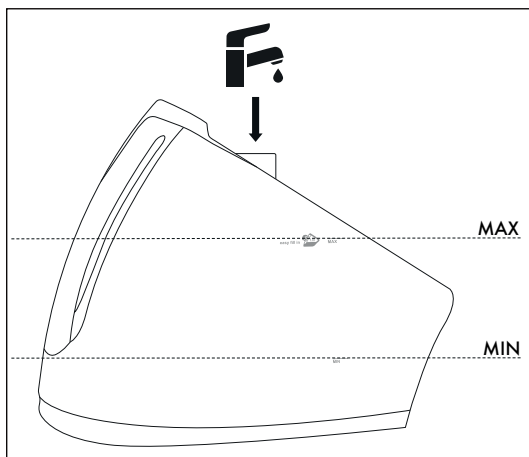

Fig. 4
- 3) Llene el depósito de agua 10 con agua a través del orificio de llenado 9 como mínimo hasta la marca **MIN**. Para ello, no supere la marca **MAX** del depósito de agua 10 (consulte la fig. 4).